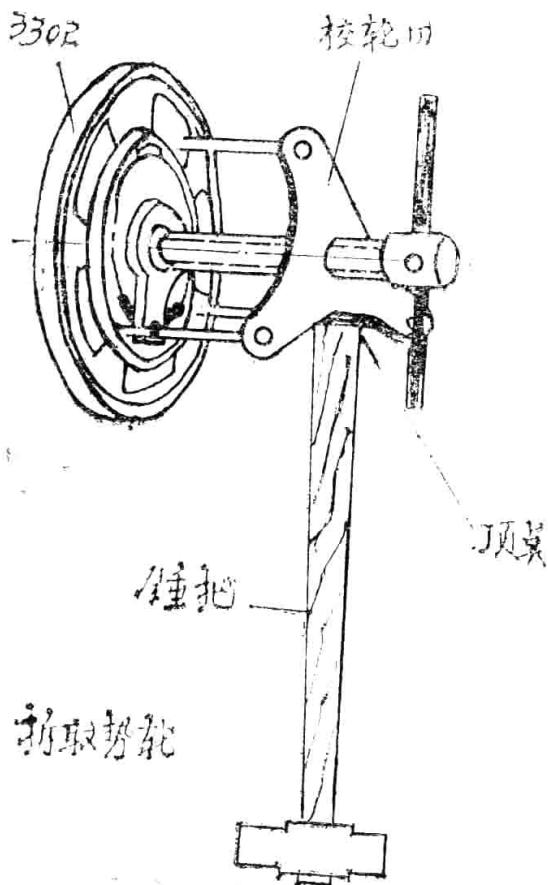

图 2
1、拆取势轮 (3302) 时，先将拔轮器套在势轮上，用大锤手柄垫牢。然后转动摇把，待势轮与键松脱后停止转动，手抓势轮连同拔轮器一同取下。注意防止势轮松脱后落下伤人见图 2。